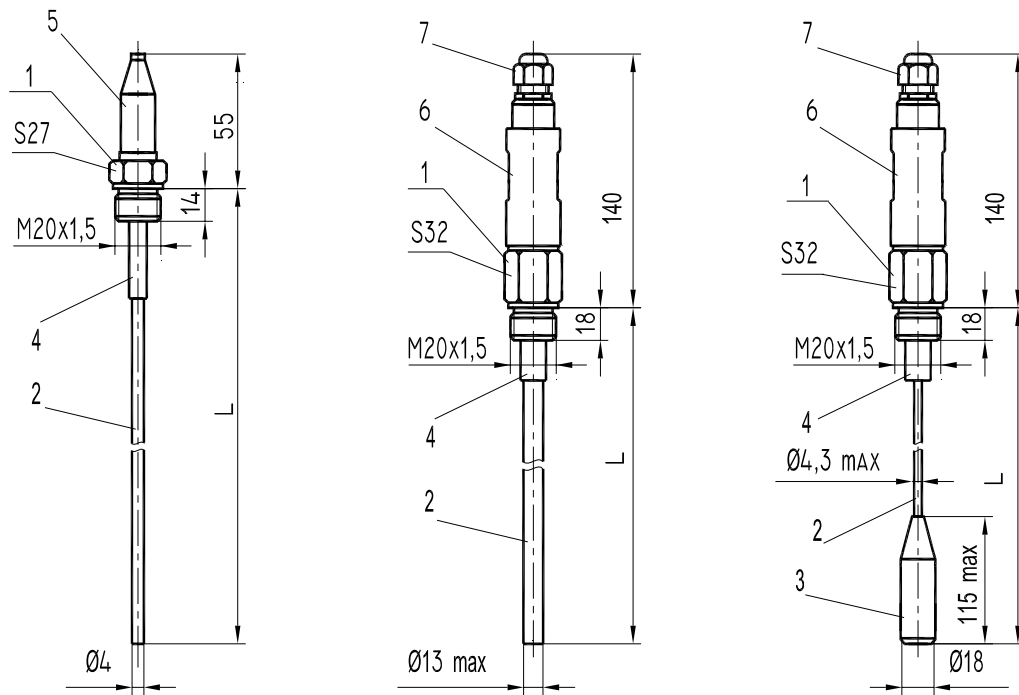

Рисунок 1 - Датчики одноэлектродные, внешний вид и габаритные размеры
1.3.1 Одноэлектродный датчик (рисунок 1) состоит из штуцера 1, стержневого или гибкого электрода 2, оттягивающего груза 3 (для гибкого электрода), изолятора 4. Резиновый защитный колпачок 5 предохраняет место подключения провода линии связи от случайного прикосновения, повреждения и неблагоприятного воздействия окружающей среды. Датчики, предназначенные для работы в контролируемой среде при температуре свыше 60° С, имеют втулку 6 и кабельный ввод 7.